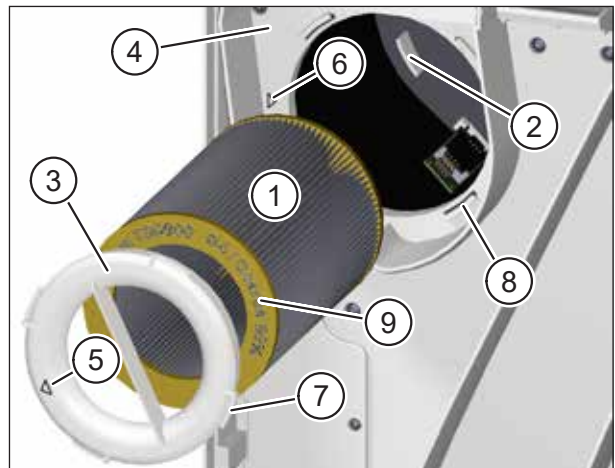

Abb. 22: Neuen Abluftfilter einsetzen
- ▶ Führen Sie den neuen Abluftfilter (Pos. 1 in Abb. 22) vorsichtig in das Lüftungsgerät ein.
- ▶ Achten Sie darauf, dass der Luftfilter in die 3 Haltenasen (Pos. 2 in Abb. 22) an der Rückwand des Lüftungsgerätes gleitet.
- ▶ Setzen Sie den Filterring (Pos. 3 in Abb. 22) auf den Abluftfilter auf. Achten Sie darauf, dass der Filterring plan auf der Zwischenplatte (Pos. 4 in Abb. 22) aufliegt.
- ▶ Drehen Sie den Filterring im Uhrzeigersinn, bis der Pfeil auf dem Filterring (Pos. 5 in Abb. 22) mit dem Pfeil der Arretierposition (Pos. 6 in Abb. 22) fluchtet. Achten Sie darauf, dass die 4 Nasen (Pos. 7 in Abb. 22) am Filterring in den Halterungen (Pos. 8 in Abb. 22) an der Zwischenplatte einrasten.
- Als Abluftfilter darf nur M-WRG-II FS, Art.-Nr. 750000, verwendet werden. Art.-Nr. und Luftfilterklasse sind auf der gelben Endscheibe des Luftfilters (Pos. 9 in Abb. 22) eingeprägt.